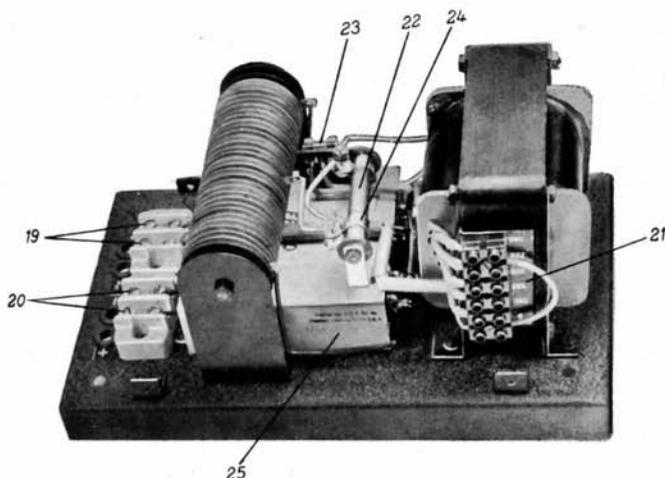

Abb. 4 Trockengleichrichter BG 30
Bei Verwendung von Wechselstrom muß zur Speisung der Erregung mit 220 Volt Gleichstrom der Gleichrichter Type BG 30 (Abb. 4) vorgeschaltet werden. Dieser kann bei einer Spannung von 220 Volt Gleichstrom bis zu 300 mA belastet werden. Der Anschluß der Netzzuleitung erfolgt an den beiden mit  $\sim$  bezeichneten Klemmen (19). An den benachbarten, mit (+ und -) bezeichneten Klemmen (20) wird der Erregergleichstrom abgenommen. (Anschluß mit Kupplung (17) an Steckdose (18))
Bei Störungen am Gleichrichter, Abb. 4 schmilzt die Glasrohrsicherung (23) ab. Wenn die neu eingesetzte Ersatzsicherung ebenfalls nach kurzer Zeit durchschmilzt, ist der Gleichrichter zur Instandsetzung an die Fabrik weiterzuleiten.